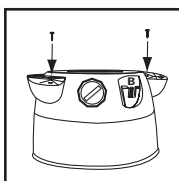

FIGURE 4
3. Fixez avec les vis fournies. **FIGURE 4.**